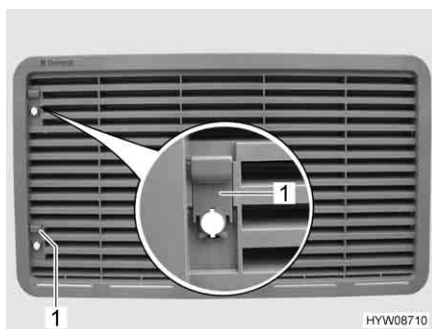

Fig. 176 Griglia di aerazione del frigorifero
- Spingere il cursore (Fig. 176,1) verso l'alto.